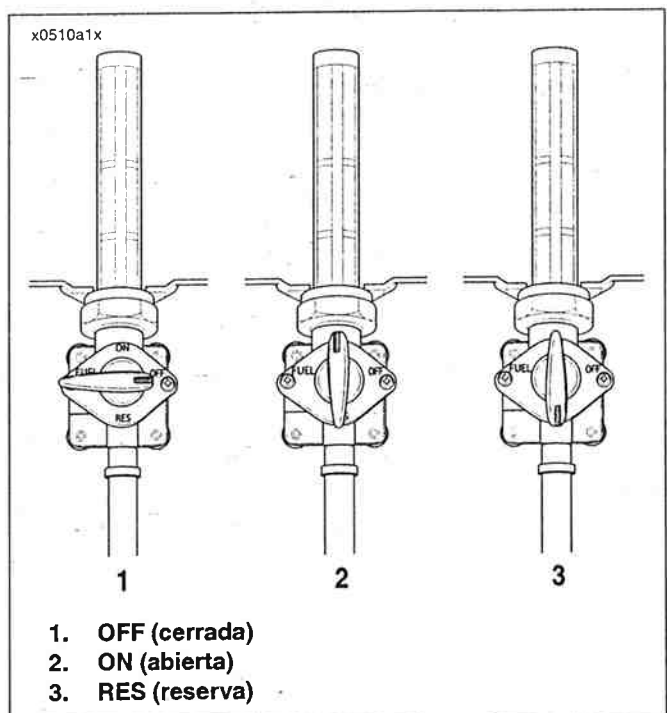

Figura 1-61. Posiciones de acción de la válvula de combustible
1. Gire el encendido a OFF (apagado). Vea la Figura 1-61. Gire el mango de la válvula de suministro de combustible a la posición OFF (horizontal).
4. Vea la Figura 1-61. Gire el mango de la válvula a RESERVE (reserva) (mango hacia arriba).
14. Vea la Figura 1-61. Gire el mando de la válvula del suministro de combustible a la posición ON (abierto) y arranque el motor. No se requieren procedimientos especiales para hacer correr el flujo de combustible. Inspeccione cuidadosamente para detectar fugas. Gire la válvula de suministro de combustible a la posición OFF (cerrada) y apague el motor después de terminar la inspección.